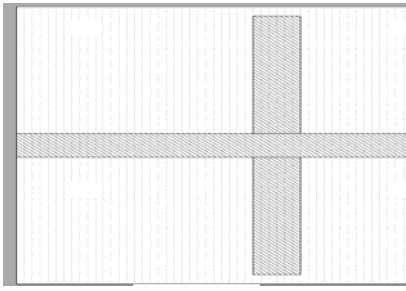

Рис. 3.11
5. Скопируйте полученный шлейф и подключите его к линии с противоположной стороны уже имеющегося шлейфа. Топология должна иметь вид, показанный на рис. 3.11.